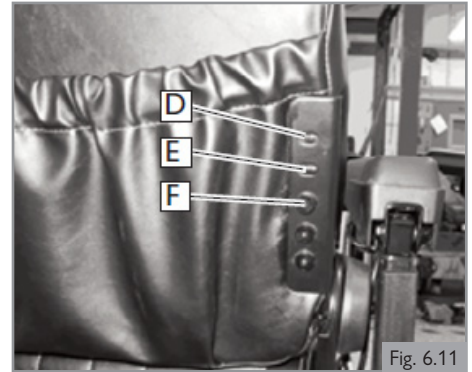

Fig. 6.11
- Posición 2 (+2) (D)
- Posición 1 (+1) (E)
- Posición 0 (por defecto) (F)
2. Coloque el respaldo a la altura deseada. El tornillo superior debe montarse como se muestra. (Fig. 6.11).